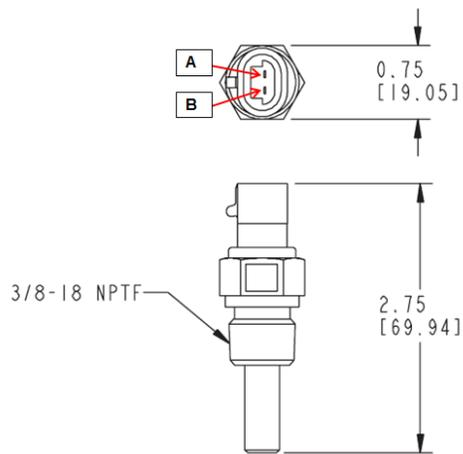

Figura 31. Conector sensor temperatura
- Conector del lado del sensor, en cual se conecta la entrada (A) y el retorno (B). Ver
- Figura 31